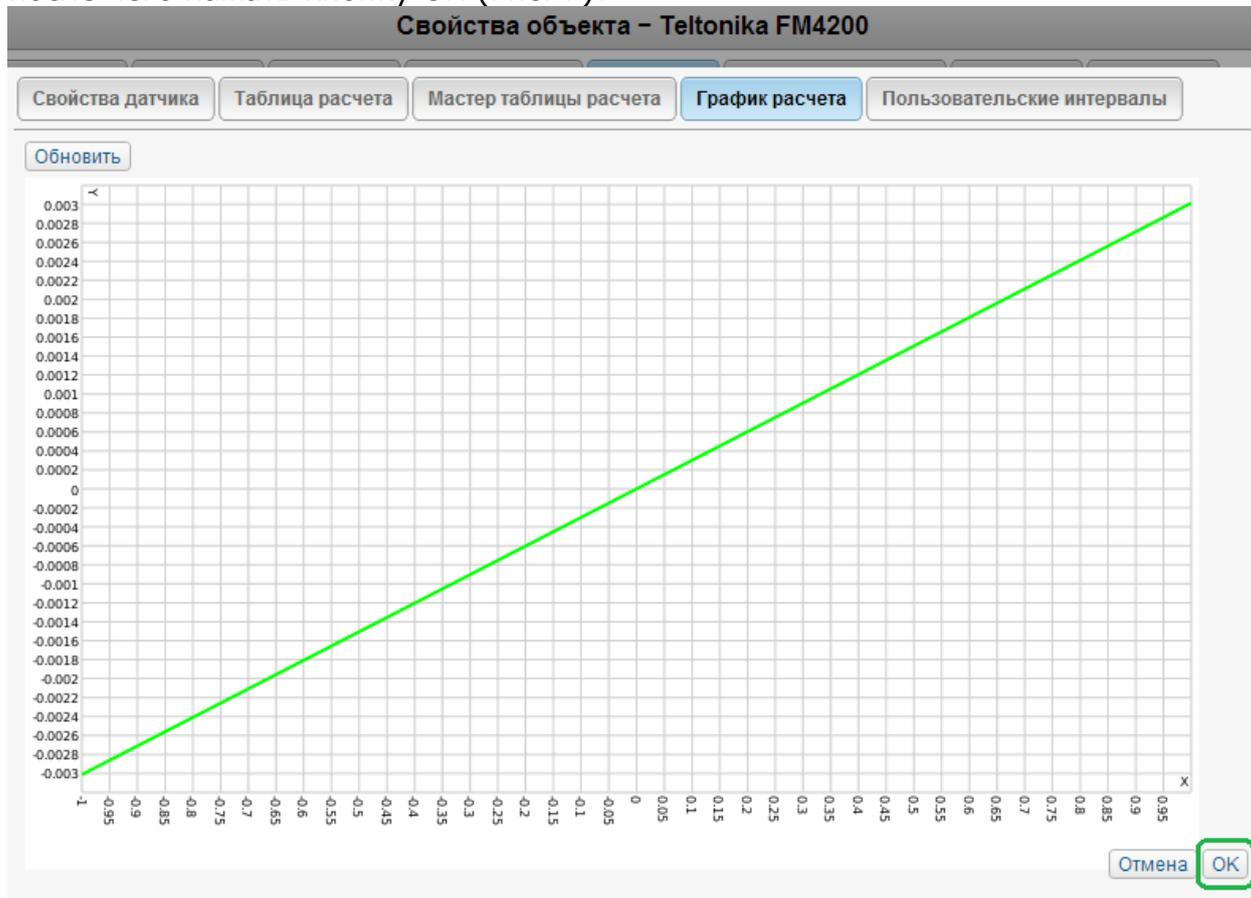

Рисунок 7
2.2.4. Перейти на вкладку График расчета и убедиться в его линейности, после чего нажать кнопку ОК (Рис. 7):